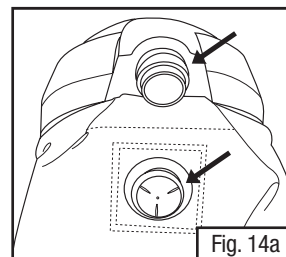

Fig. 14a
- Saque la lengüeta plástica larga de la entrada de aire del casco y libere la matraca del arnés del orificio en el recubrimiento exterior (Fig. 14a).
- Inserte la entrada de aire del casco a través del orificio en la lengüeta plástica larga en el recubrimiento exterior. Empuje completamente la lengüeta en la entrada de aire, de modo que sobresalga del armazón del casco. Empuje los extremos de la lengüeta de plástico debajo del borde del armazón. Inserte la matraca del arnés de la cabeza a través del orificio del recubrimiento (Fig. 14a).